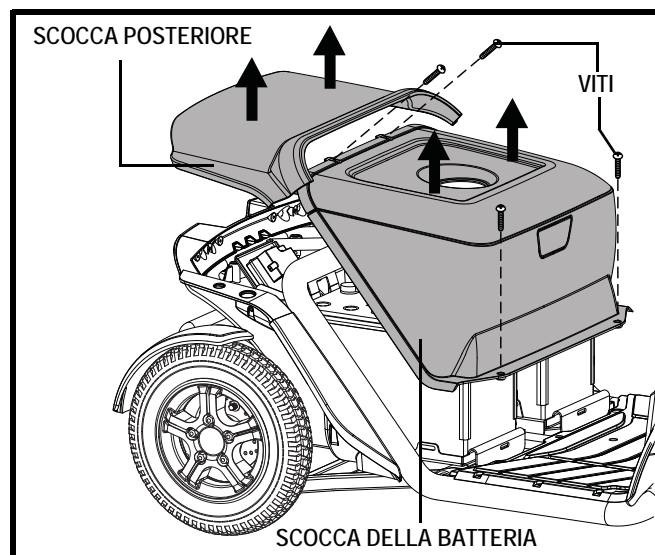

Figura 12. Rimozione/Installazione della scocca
- Sollevare la scocca posteriore tirandola verso l'alto e allontanandola dallo scooter. La scocca è fissata sullo scooter con gancetti laterali. **Vedere figura 12.**
- Sollevare la scocca del pacco batterie togliendo le quattro (4) viti che lo fissano al telaio dello scooter e poi sollevando la scocca verso l'alto ed allontanandolo dallo scooter. Vedere figura 12.